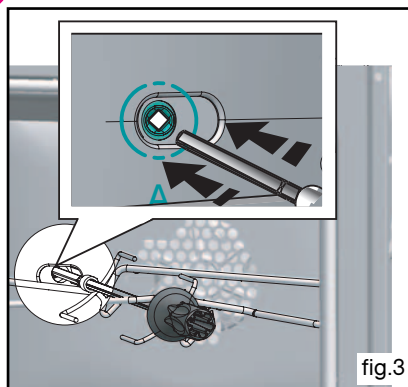

fig.3
- poussez légèrement pour engager la pointe de la broche dans le carré d'entraînement situé au fond du four (fig.3).
Faire levier sur ces pièces afin de déclipper la glace (fig.3).
A l'intérieur du four (fig.3).
- b) Dévissez le hublot (fig.3).